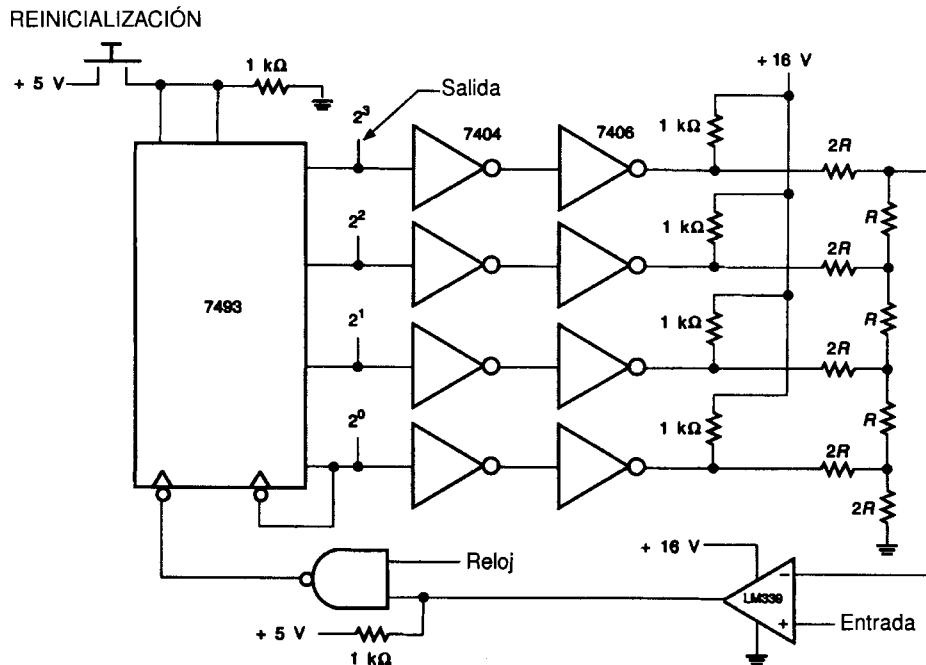

FIGURA 13-11 Convertidor A/D de cuenta ascendente y comparación
Este tipo de convertidor A/D utiliza un comparador de voltaje y un convertidor D/A. La figura 13-11 muestra un convertidor A/D de cuenta ascendente y comparación, que utiliza un comparador de voltaje LM339 y una red resistiva $2R$.
Para incrementar la precisión del convertidor A/D de cuenta ascendente y comparación, se aumenta el tamaño del contador y del convertidor D/A. En el caso del convertidor A/D de la figura 13-11, si se añade otro 7493 al convertidor, los +16 V serán divididos en 256 incrementos, comparados con los 16 que se tienen con un solo contador 7493. La principal desventaja de este tipo de convertidor A/D es su velocidad debido al tiempo que requiere para contar y comparar.
Ejemplo: Dibuje el diagrama de un convertidor analógico a digital como el de la figura 13-11 que tenga una resolución de ocho bits.
3. Diseñe un convertidor de cuenta ascendente similar al que se muestra en la figura 13-11. Utilice un CI 7407, un CI 74LS93, un CI 74LS08 y un CI LM339. Indique los números de terminales.
9. Dibuje la forma de onda para el convertidor A/D de la figura 13-11 si primero reinicializa el convertidor y luego el voltaje de entrada varía de la siguiente manera. [4]